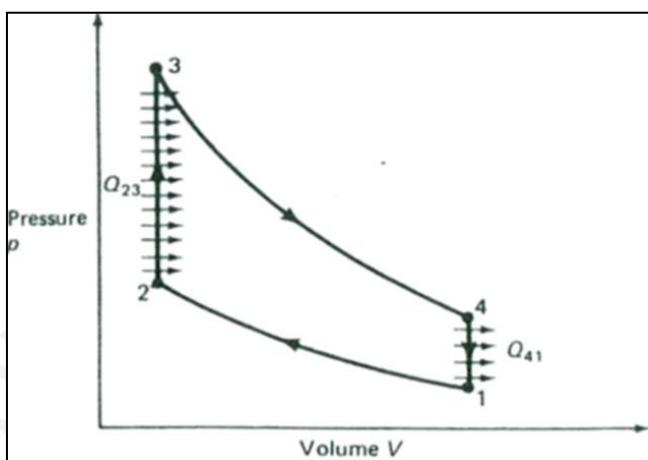

Figura 2 - Etapas del ciclo Otto [32].
- I. **Admisión:** una mezcla homogénea de aire-combustible ingresa al interior del cilindro; donde el pistón pasa del PMS para el PMI. En el primer tiempo de la Figura 2, se observa la válvula de admisión abierta.
El ciclo de Otto es un ciclo termodinámico utilizado como una base de comparación para motores encendidos por chispa de cuatro tiempos. El ciclo consiste en cuatro etapas como se muestra en la Figura 2.